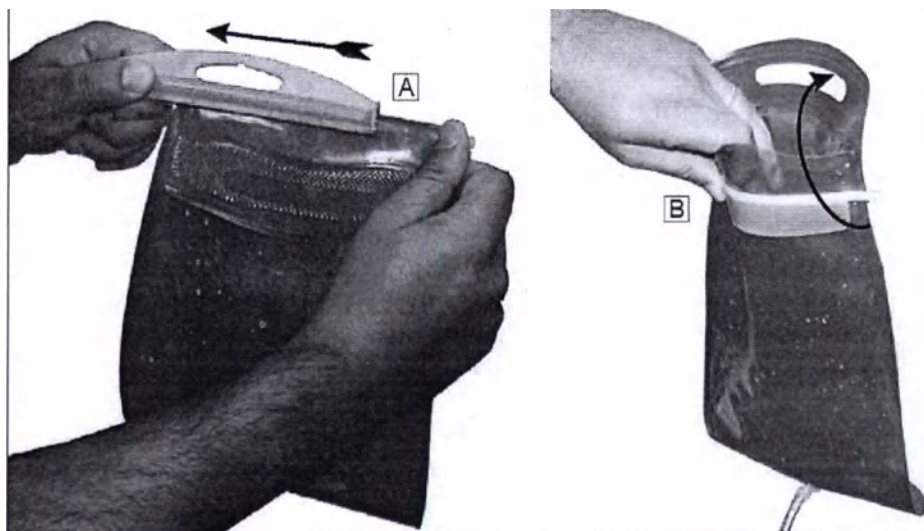

Рисунок 7.8: Открытие ёмкости для наполнения водой
2. Ссылаясь на рисунок 7.8: откройте ёмкость для наполнения водой: удалите замок-фиксатор (А) и откройте откидную крышку (В).